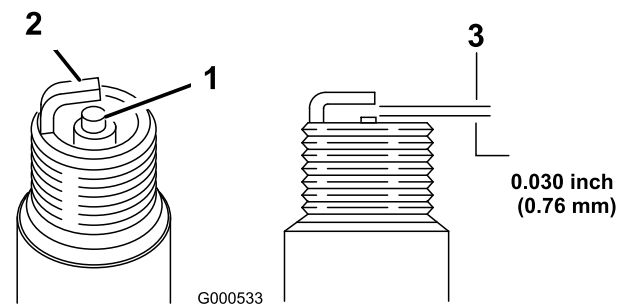

Figura 23
1. Mire la parte central de la bujía (Figura 23). Si se observa un color gris o marrón claro en el aislante, el
2. Compruebe la separación entre los electrodos central y lateral (Figura 23). Si la distancia no es correcta, doble el electrodo lateral.